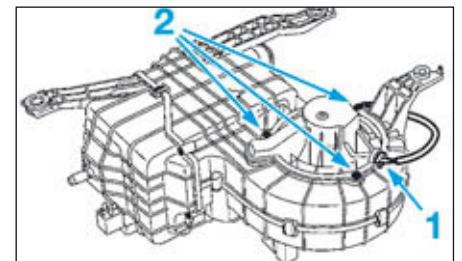

FIG.23
- Débrancher le connecteur du groupe motoventilateur arrière (1) (Fig.23).
- les vis (2),